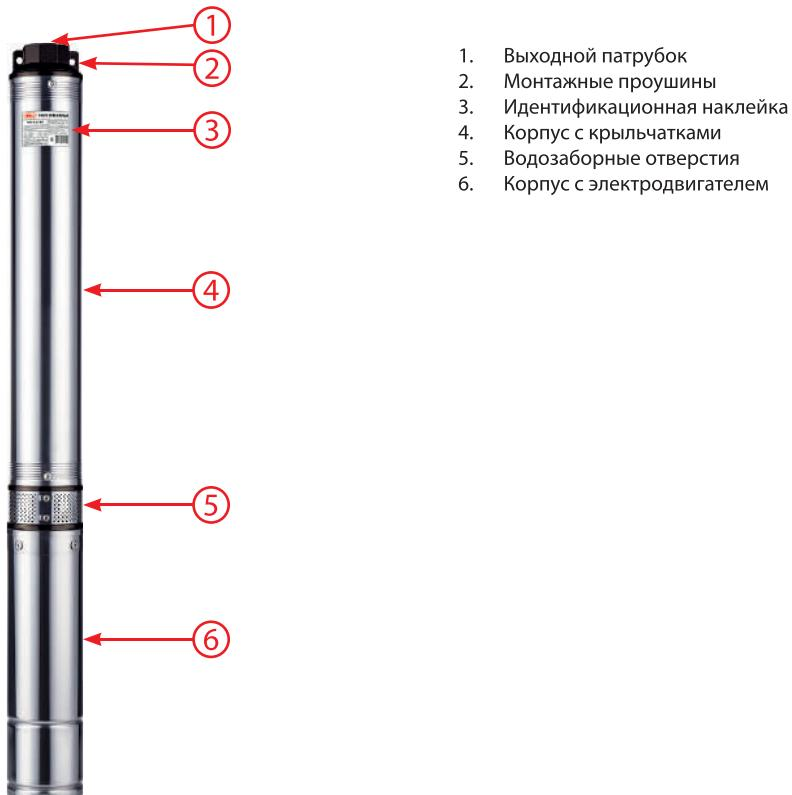

Рис. 1
4. В резьбовое отверстия выходного патрубка (1) Рис.1, установите штуцер или другие соединительные элементы трубопроводной системы (не комплектуются), закрепите шланг либо трубу необходимой длины (не комплектуется), обеспечив герметичность соединения.
6. С помощью монтажных проушин (2) Рис.1 закрепите трос (не комплектуется) необходимой для погружения насоса длины.